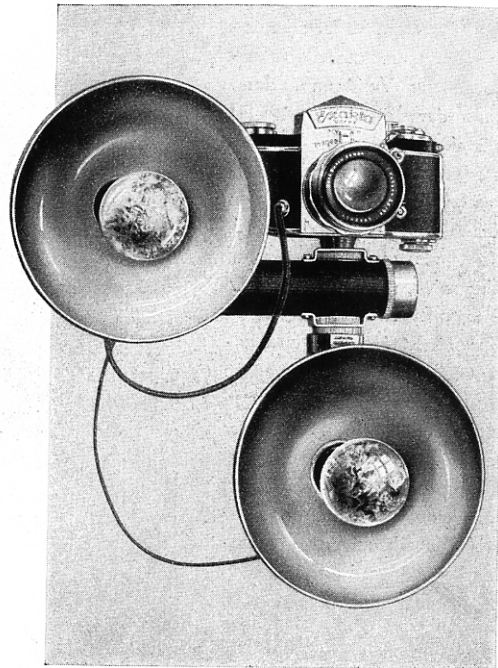
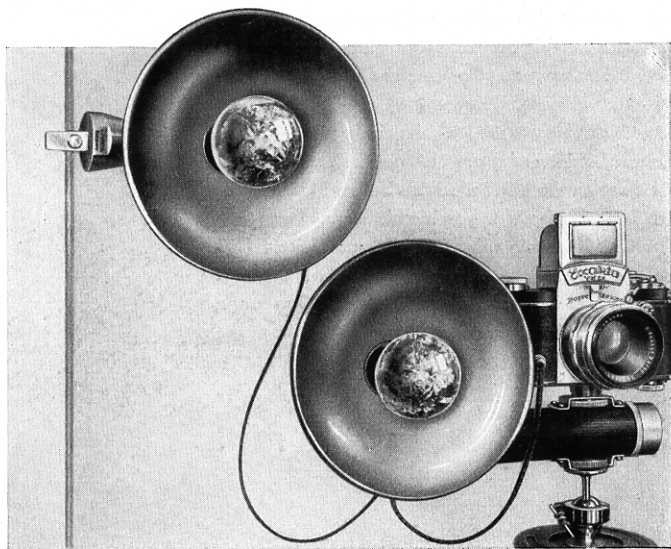

Abb. 13
Abb. 14
leuchte verbunden werden, um zum Beispiel für den Reporter eine leicht transportable Apparatur mit zwei Blitzlampen zu schaffen, dann läßt sich das mit Hilfe der Doppelschraube (16) ermöglichen: Die Zusatz-Blitzleuchte wird an der Stativmutter (7) des Batteriebehälters (1) angeschraubt, siehe Abb. 13. Wird der zweite Blitz jedoch als Seiten-, Ober- oder gar als Gegenlicht gewünscht, dann kann die Zusatz-Blitzleuchte mit einer Schraubzwinge (17) an Geräten, Beleuchtungskörpern usw. befestigt werden und ist wiederum durch das 1,50 m lange Kabel (15) mit der Grundausrüstung der Blitzleuchte verbunden, siehe Abbildung 14.